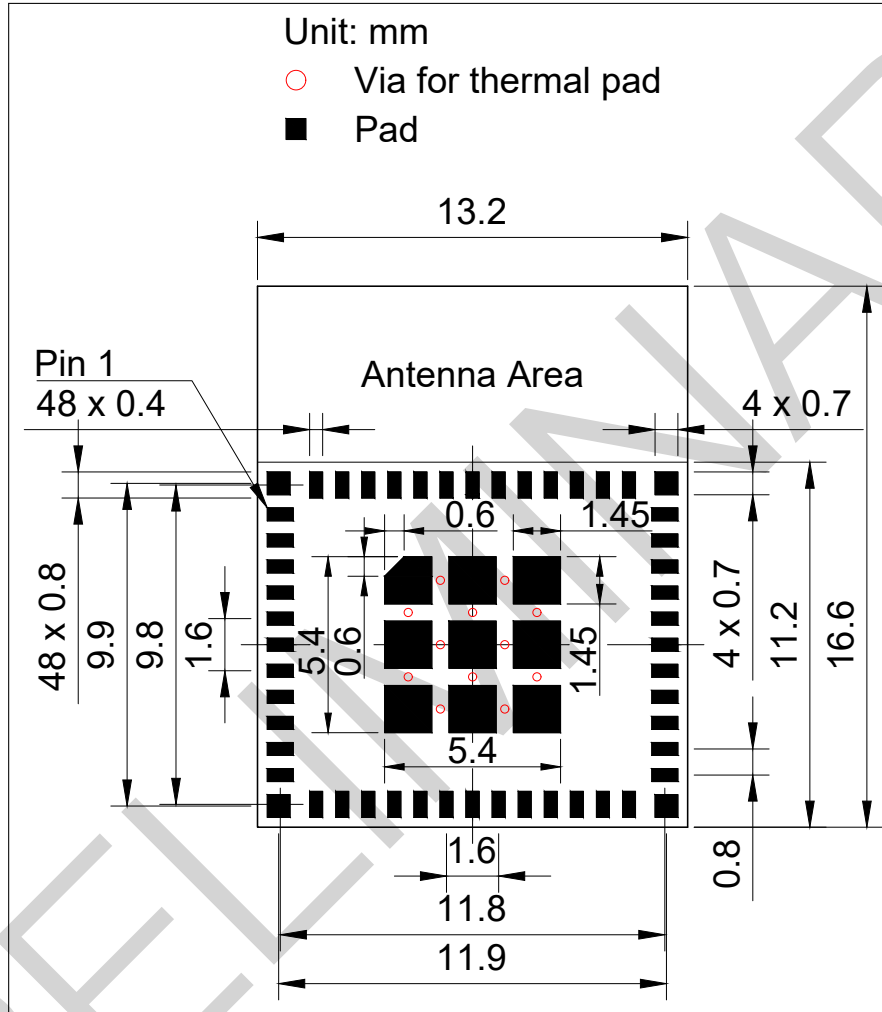
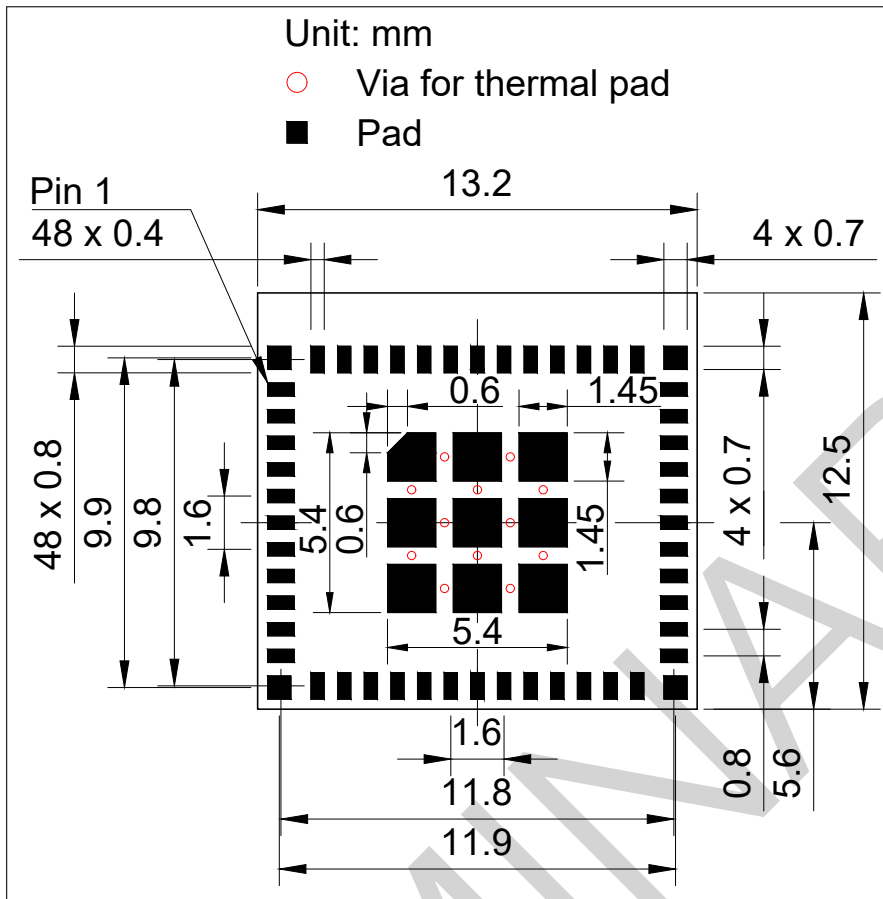

图 10: ESP32-H2-MINI-1 推荐 PCB 封装图形
图 11: ESP32-H2-MINI-1U 推荐 PCB 封装图形
- 推荐 PCB 封装图，标有 PCB 设计所需的全部尺寸。详见图 10 ESP32-H2-MINI-1 推荐 PCB 封装图形和图 11 ESP32-H2-MINI-1U 推荐 PCB 封装图形。
- 推荐 PCB 封装图的源文件，用于测量图 10 和 11 中未标注的尺寸。您可用 Autodesk Viewer 查看 ESP32-H2-MINI-1 和 ESP32-H2-MINI-1U 的封装图源文件。